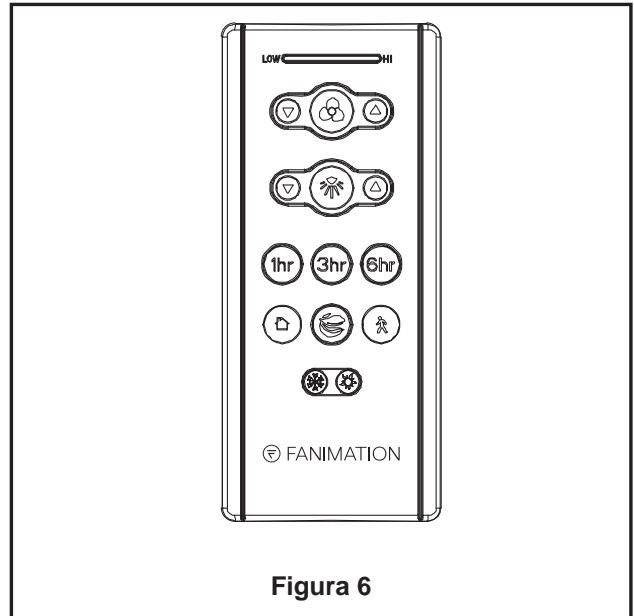

Figura 6
5. Si su receptor se deslizado fuera del soporte mientras realizaba el cableado de su ventilador, deslícelo por completo dentro del soporte colgante, teniendo cuidado de no pisar los cables. El dosel se coloca arriba para cubrir el receptor y el soporte colgante, teniendo cuidado de no pillar los cables. El dosel cubrirá el receptor y el soporte del colgador. (Figura 6)
8. Funciones del control remoto: (Figura 6)